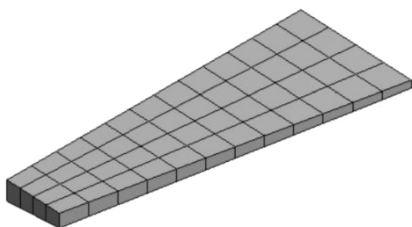

图 11-161 划分网格
(1) 在导航树里单击【Mesh】→【Details of “Mesh”】→【Sizing】→【Size Function】= Adaptive，【Relevance Center】= Fine，【Span Angle Center】= Fine；【Quality】→【Smoothing】= High，其他默认。
(2) 生成网格：右键单击【Mesh】→【Generate Mesh】，图形区域显示程序生成的网格模型，如图 11-161 所示。
(3) 网格质量检查：在导航树里单击【Mesh】→【Details of “Mesh”】→【Quality】→【Mesh Metric】= Skewness，显示 Skewness 规则下网格质量详细信息，平均值处在好水平范围内，展开【Statistics】显示网格和节点数量。